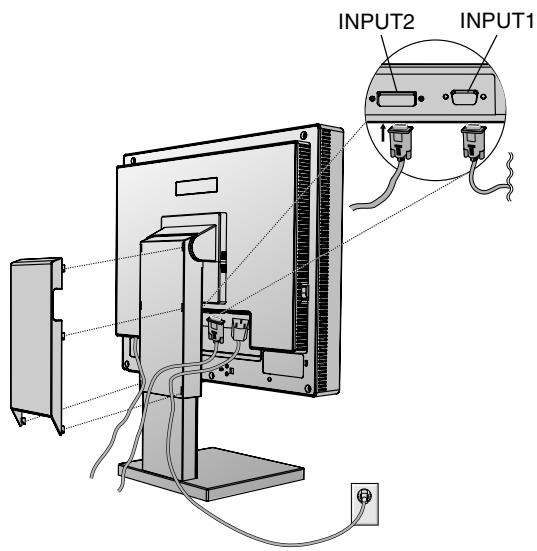
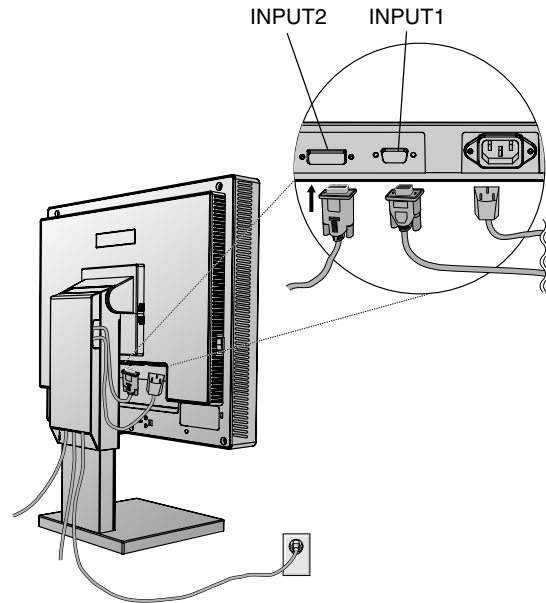

Figure C.1
Figure C.2
3. **Pour un PC ou un Mac équipé d'une sortie numérique DVI :** Connectez le câble signal DVI au connecteur à l'arrière du moniteur. Placez le câble de signal vidéo (**Figure C.1**). Ne connectez que le DVI à l'entrée 2.
**Pour un PC équipé d'une sortie analogique :** Connectez le mini-connecteur D-SUB à 15 broches du câble vidéo au connecteur à l'arrière du moniteur. Placez le câble de signal vidéo (**Figure C.1**). Ne connectez à l'entrée 1 que le miniconnecteur D-SUB à 15 broches.
Rassemblez les câbles et maintenez-les à l'arrière du support (**Figure C.1**). Recouvrez les câbles avec le cache-câbles fourni en option (**Figure C.2**).
4. Connectez une extrémité du cordon d'alimentation à l'arrière du moniteur et l'autre à la prise de courant (**Figure C.1**).